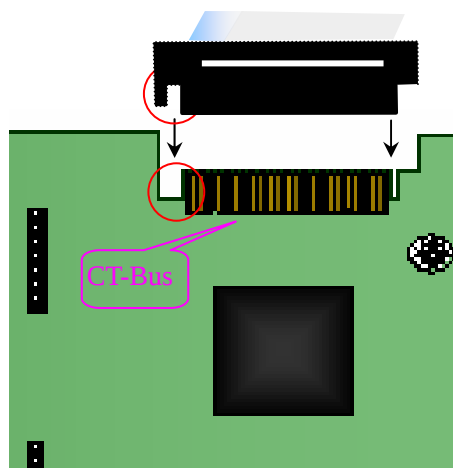

图 2-5 H.100 总线的接线方法
- ① 连接时需注意各插头按同一方向插入，不要扭转或插反，见图 2-5 所示。